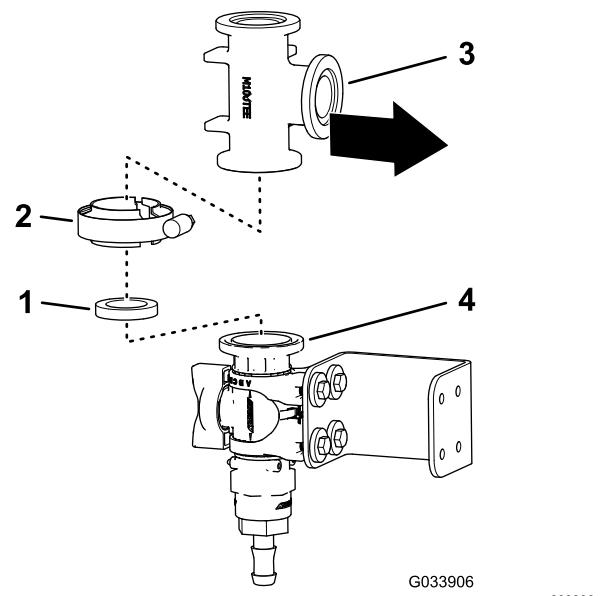

Figure 29
- 4. Alignez la bride du raccord en T et la bride de la vanne de commande comme montré à la Figure 29.
5. Fixez légèrement le raccord en T sur la vanne de commande avec un joint et un collier à bride (Figure 29).
- Serrez à la main le collier à bride qui fixe la vanne de commande et le raccord en T (Figure 29), et le collier à bride qui fixe le raccord en T